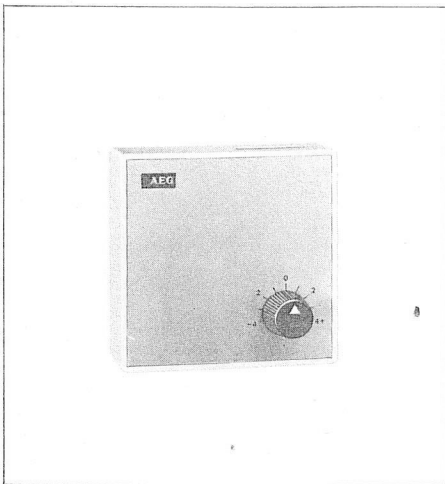

Bild 11 Fernbedienung FB2/Raumfühler RFS2
3.3 Fernbedienung FB2 (Bild 11)
3.4 Raumfühler RFS2 (Bild 11)